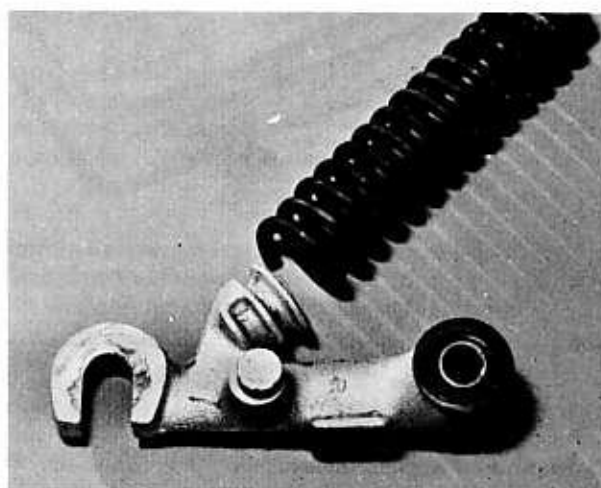

Bild 110
- Die Lagerbüchsen der Schwingenarme auf Abnutzung prüfen (Bild 110). Abgenutzte Büchsen führen zu Spiel und Schwingungen in der Vorderradführung. Zur Prüfung steckt man den Lagerbolzen durch die Büchse; es darf kein Spiel fühlbar sein. Zur Instandsetzung müssen die Distanzbüchse und beide abgesetzte Büchsen aus dem Schwingenauge ausgetrieben werden. Lagerbüchsen, Distanzbüchsen und Lagerbolzen müssen immer an beiden Schwingen gleichzeitig satzweise ersetzt werden.